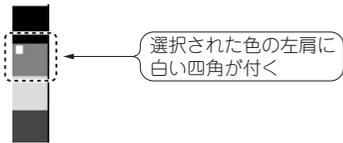

図2 8色(黒, 赤, 緑, 青, 黄, 紫, 水, 白)から塗りつぶす色を選択できる
- (1) 表 1 に示す図形の描画
- (2) 図 2 に示すような塗りつぶし色の選択